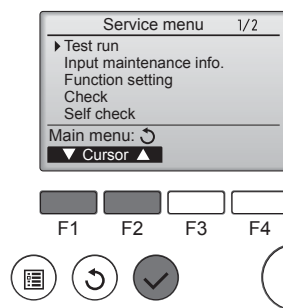

Fig. 7-3
- ③ Seleccione "Test run" (Modo prueba) con el botón [F1] o [F2], y pulse el botón (✓). (Fig. 7-3)